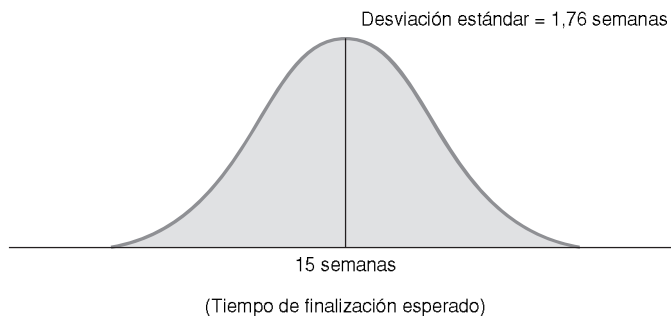

FIGURA 3.15 ■ Distribución de probabilidad para el tiempo de finalización del proyecto en Milwaukee Paper
¿Cómo se puede utilizar esta información para ayudar a responder a las preguntas relativas a la probabilidad de acabar a tiempo el proyecto? El método PERT hace dos hipótesis más: (1) el tiempo de finalización del proyecto sigue una distribución de probabilidad normal, y (2) las duraciones de las actividades son estadísticamente independientes. Con estos supuestos, se puede utilizar la curva normal en forma de campana que se muestra en la Figura 3.15 para representar la fecha de finalización del proyecto. Esta curva normal implica que hay una posibilidad del 50% de que el tiempo para culminar el proyecto sea inferior a 15 semanas y una probabilidad del 50% de que sea superior a 15 semanas.